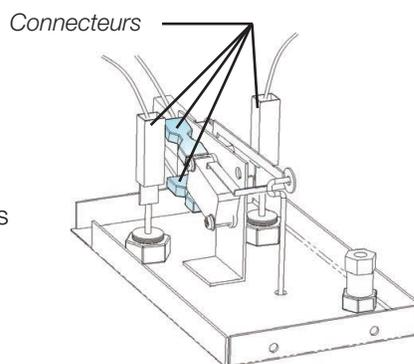

Fig. 1.1
2. Débrancher les connecteurs du couvercle (fig. 1.1) et les valves (fig. 1.2).